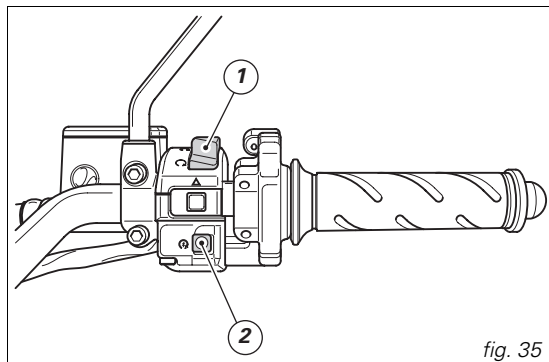

fig. 35
- I** 2) Accertarsi che l'interruttore d'arresto (1, fig. 35) sia nella posizione  (**RUN**), premere quindi il pulsante avviamento (2).